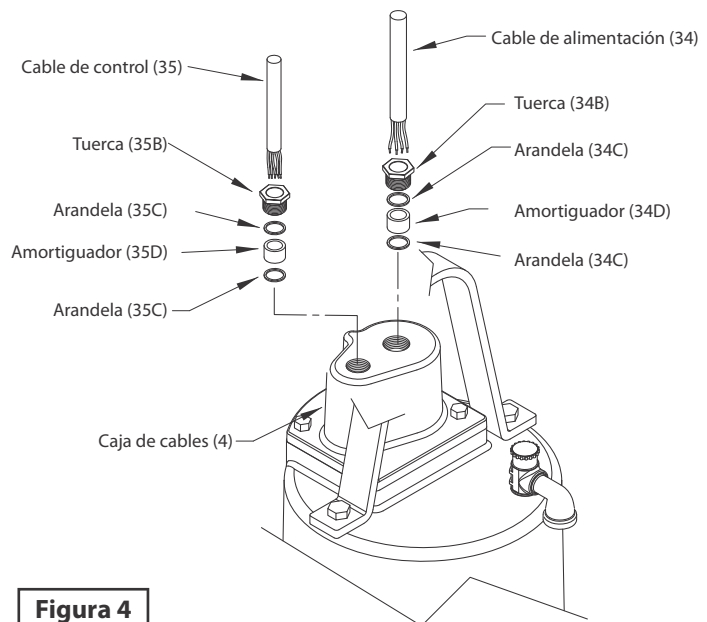

Figura 4
Ensamble de la Cubierta de cables - Verifique el cable de alimentación (34) y el cable de sensores (35) por grietas o daños, y reemplace la cubierta completa (4) si es necesario (Vea la figura 4).
Retire las tuercas (34B) y (35B), arandelas (34C) y (35C), y amortiguadores (34D) y (35D) de la cubierta para cable (4), inspeccione y reemplace si está dañado (vea la figura 4). Vuelva a ensamblar insertando su amortiguador, arandelas y tuerca dentro de la cubierta para cable. Apriete la tuerca con un torque de 15 lbs-plg para evitar fugas.